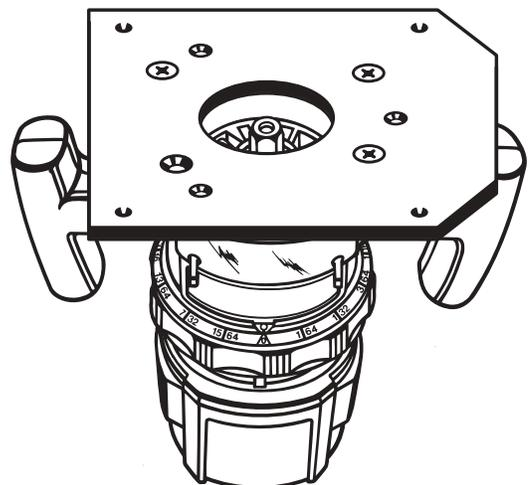

Fig. 8
- Une fois correctement installée, la plaque de montage se retrouve bien fixée à la toupie. Voir figure 8.